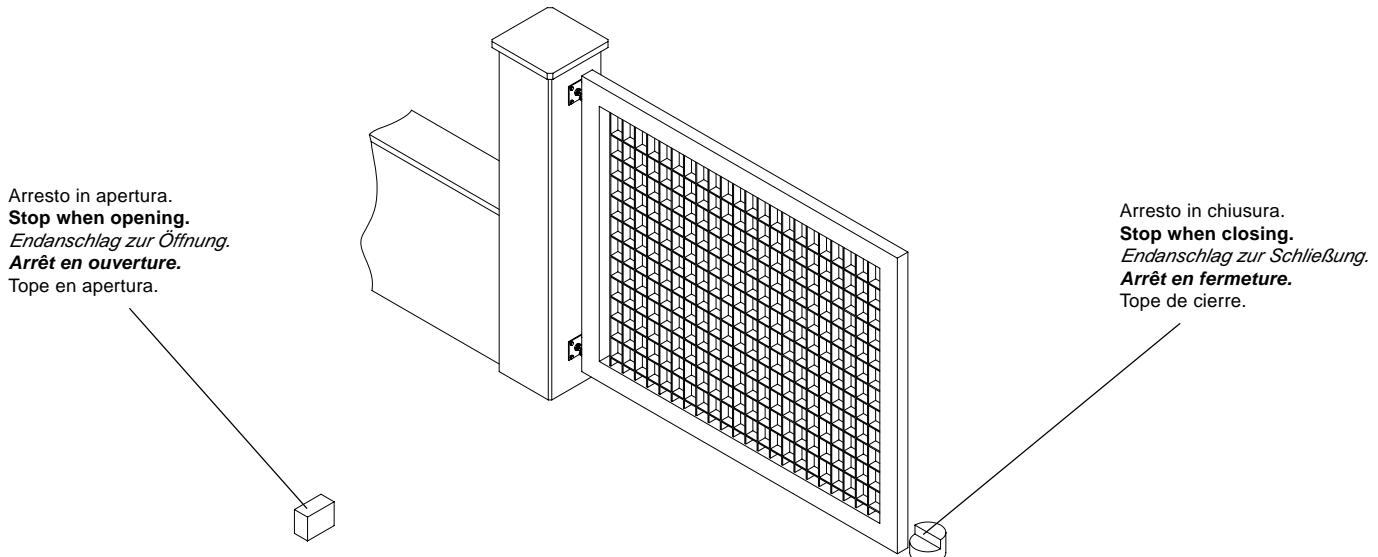

Fig.1
Il cancello da automatizzare deve disporre di arresto meccanico sia in apertura che in chiusura, in quanto il RAM 50V non dispone di finecorsa elettromagnetici (fig. 1).
**The gate to automate must have an opening and closing mechanical stop as the RAM 50V is not equipped with electro-magnetic limit stops (fig. 1).**
*Das Tor muß mit mechanischen Endanschlägen ausgerüstet sein, dabei dem RAM 50V kein elektromagnetische Endschalter vorgesehen ist (Abb. 1).*
**Le portail devant être automatisé, doit être muni d'arrêts mécaniques soit en ouverture soit en fermeture parce que le RAM 50V ne dispose pas de fin de course électromagnétiques (fig. 1).**
La cancela para automatizar debe disponer de tope mecánico tanto en apertura como en cierre, ya que el RAM 50V no dispone de finales de carrera electromagnéticos (fig. 1).